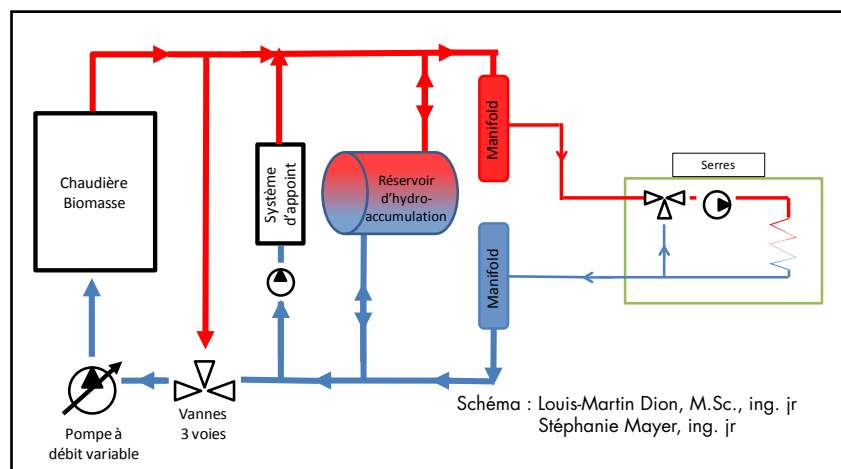

Figure 2. Schéma d'un réseau hydronique avec réservoir d'hydro-accumulation de type «Open Buffer »
- Stratification de la température dans le réservoir : plus le niveau de stratification est élevé, plus il contribue à optimiser la performance globale du système de chauffe. Idéalement, un écart de température d'eau de 40 °C est à envisager entre le bas et le haut du réservoir. Il faut savoir que l'entrée d'eau chaude en provenance de la chaudière et la sortie d'eau chaude allant vers les serres sont localisées dans le haut du réservoir. La boucle se complète lorsque l'eau refroidie revient dans le bas du réservoir et retourne dans la chaudière (Figure 2).